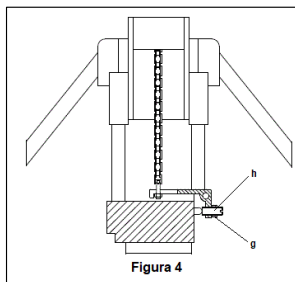

Figura 4
- Desapertar a porca (g) (Figura 4).
- Regular o parafuso (h) (Figura 4) e começar a bombear com a pega até a bomba iniciar a elevar o porta-paletes, colocando a corrente sob tensão.
- Com a corrente sob tensão, finalizar a regulação apertando a porca (g) (Figura 4) que bloqueia o parafuso (h) (Figura 4).